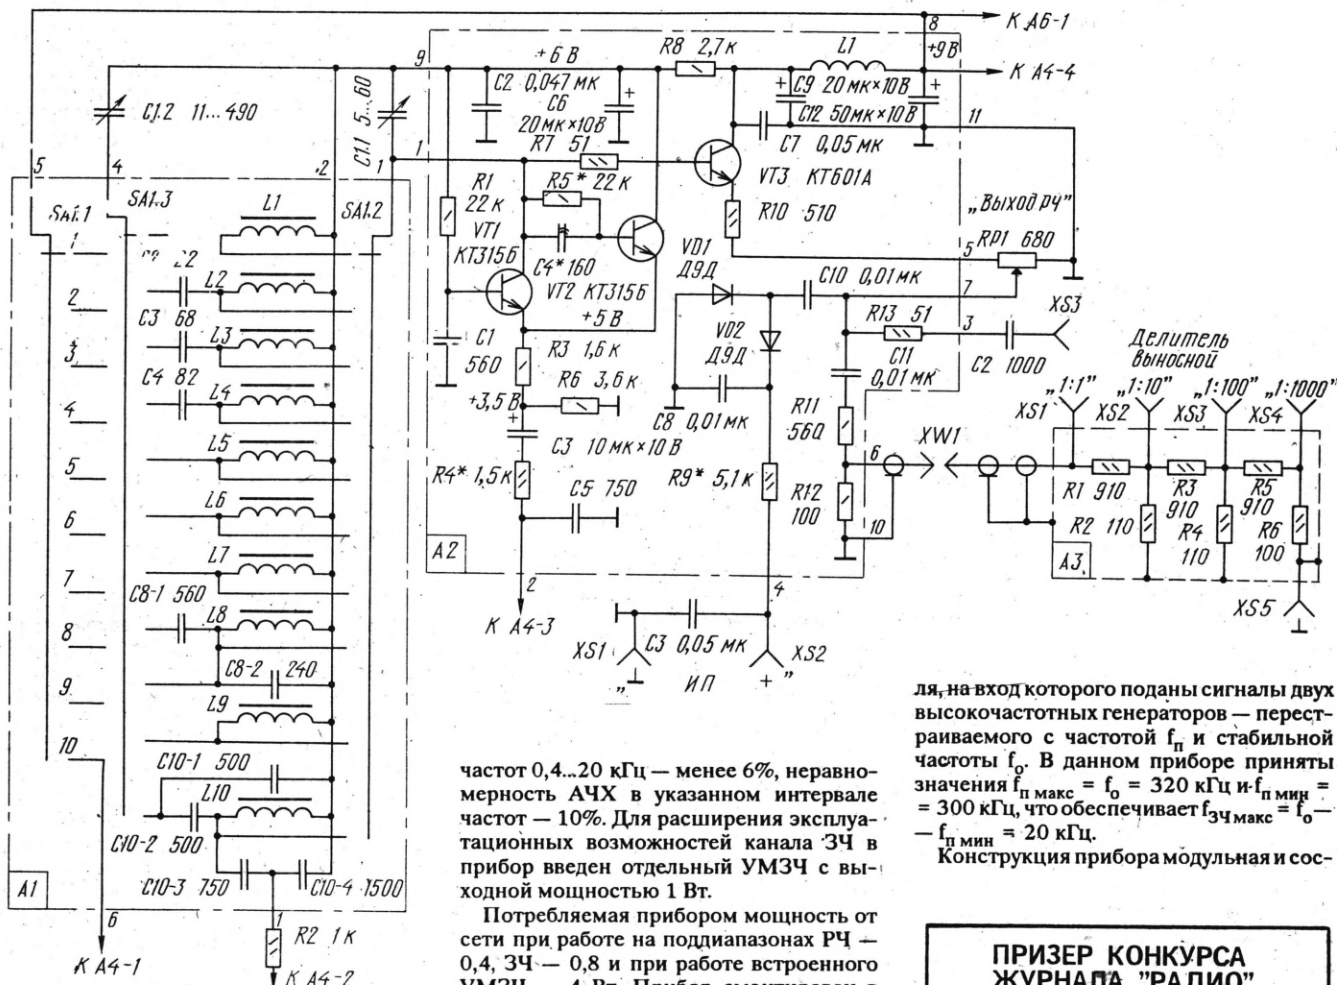

Рис. 3
**Узел коммутации поддиапазонов (А1).** Его схема приведена на рис.3. Этот блок выполняет функции коммутации катушек индуктивностей L1 — L10 и конденсаторов C1 — C10 колебательных контуров задающего РЧ генератора и включения канала ЗЧ. Цифровой индекс катушек индуктивностей и конденсаторов отражает принадлежность к тому или иному поддиапазону, поэтому в индексации конденсаторов имеются пропуски, а в поддиапазонах 8 и 10 несколько конденсаторов имеют одинаковые позиционные обозначения (для их различия введены дополнительные индексы).
**Генератор радиочастотных колебаний (А2).** Блок состоит (рис.3) из задающего каскада на транзисторах VT1 и VT2, выполненного по схеме балансного усилителя с коллекторно-эмиттерной связью между транзисторами. В цепь коллектора транзистора VT1 подключен частотоопределяющий колебательный LC-контур блока А1. На транзисторе VT3 выполнен эмиттерный повторитель, согласующий работу генератора РЧ колебаний с нагрузкой и цепями подключения измерительных приборов. Плавная регулировка уровня выходного сигнала производится переменным резистором RP1. Для индикации уровня выходного сигнала милливольтметром постоянного тока в блоке предусмотрен двухполупериодный выпрямитель РЧ колебаний, выполненный на диодах VD1 и VD2. Выпрямленное напряжение через резистор R9 выведено на разъем XS2.